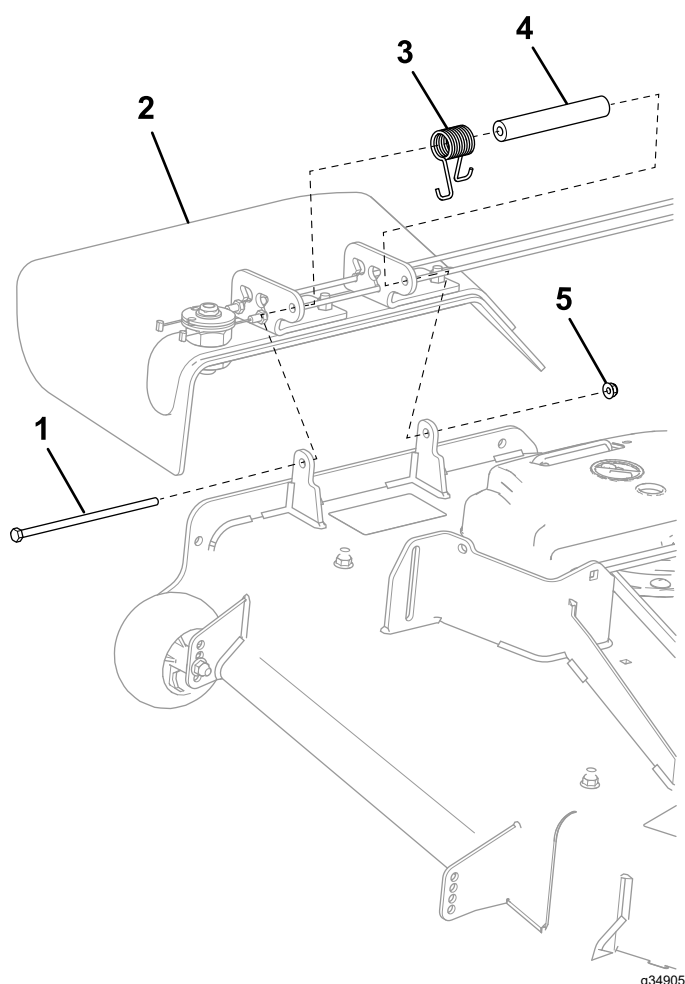

Figure 7
1. Placez l'entretoise et le ressort neufs sur la goulotte d'éjection (Figure 7).
2. Installez le boulon à tête hexagonale (5/16" x 7½") et le contre-écrou (5/16") comme montré à la Figure 7.